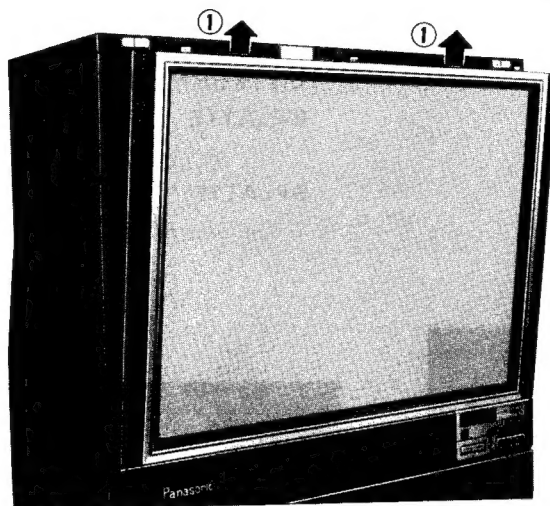

Fig. 4-3 Abb. 4-3
1. Remove the escutcheon with screen in direction of the arrow ① in fig. 4-3.
1. Die Verzierungsleiste zusammen mit dem Bildschirm in Pfeilrichtung ① in Abb. 4-3 entfernen.